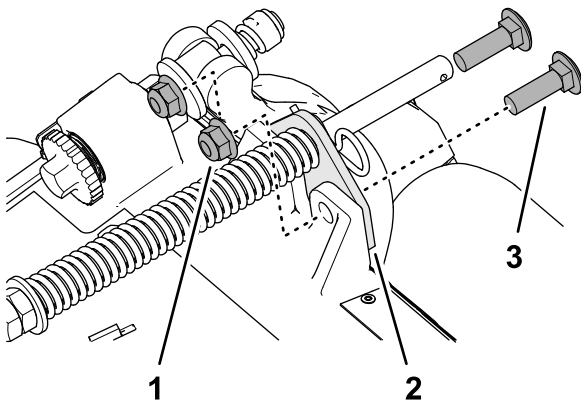

Figure 18
2. Retirez les 2 contre-écrous à embase ($\frac{3}{8}$ po) et 2 boulons de carrosserie ($\frac{3}{8}$ x $1\frac{1}{4}$ po) qui fixent le support du compensateur au cadre de l'unité de coupe (Figure 18).